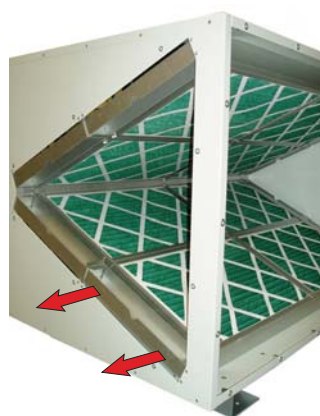

Figure 6.6
2. Retirez les séparateurs du boîtier du filtre pour libérer les filtres, voir *Figure 6.6*.